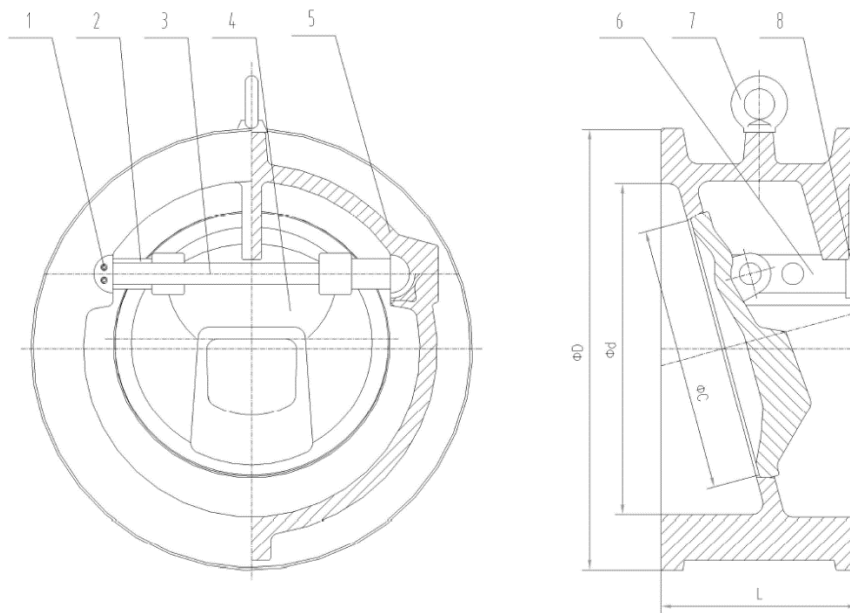

Рис.1 Клапан обратный поворотный межфланцевый.
- 3.1. Основные элементы конструкции обратного клапана приведены в табл. №2 и на рис. 1.